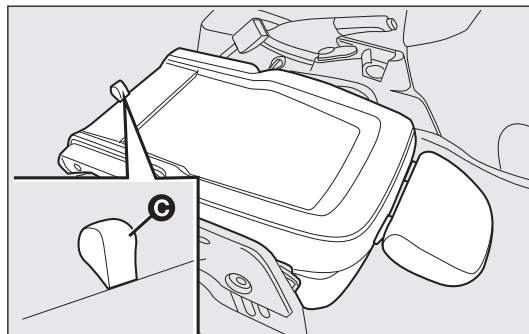

fig. 24
- ☐ tire de la lengüeta C-fig. 24 y vuelve a empujar el respaldo hacia abajo: de esta manera, el asiento está completamente abatido.